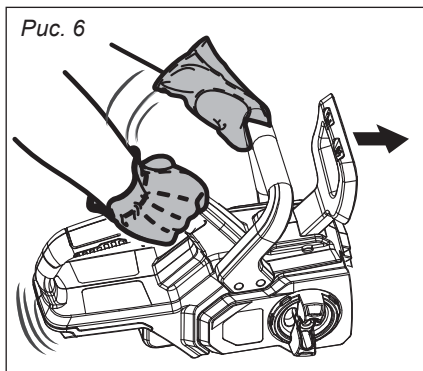

Рис. 6
- Включите двигатель и, не отпуская основной выключатель, тыльной стороной ладони переведите рычаг аварийной остановки в положение «**ВЫКЛЮЧЕНО**» (от себя). Двигатель должен остановиться немедленно (рис. 6).